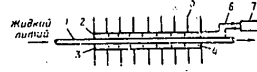

Рис. 5. Принципиальная схема термоэлектрического преобразователя энергии.
По мнению американских специалистов, более надежной является энергетическая установка с термоэлектрическим преобразователем энергии. Как видно из рис. 5, такой преобразователь включает в себя вольфрамовую трубку-катод (1), установленную в молибденовую трубку-анод (2). Межэлектродный прожектор (3) и 0,25 мм заполнен парами цезия для нейтрализации пространственного заряда. Для отвода тепла от анода его внешняя поверхность снабжена ребрами (5). Через внутреннюю трубку с помощью центрального насоса прогоняется жидкий литий, нагретый в теплообменнике реактора до температуры 1170—1230°С. Нагретый литий испускает электроны, которые поступают на анод, а затем по внешней цепи (6) через потребителя электроэнергии (7) — на катод.